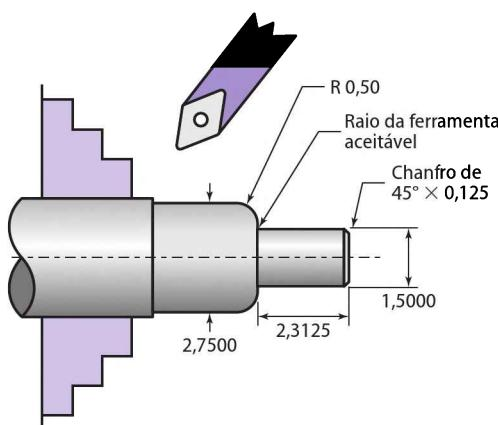

Figura 4-39 Questões 10 a 12.
- 10.** Usamos o programa de contorno da peça compensado e uma ferramenta de inserto rômbico de 60° com raio da ponta 0,060 pol, com haste configurada no vetor posição 4, como mostrado na Figura 4-39. Depois da coordenação da configuração e do torneamento de uma peça, as seguintes dimensões foram medidas:
- 11.** Usando a Figura 4-39, a peça é usinada, e a dimensão 1,5000 pol. é medida em 1,507, e a de 2,7500 sai como 2,7568 pol. O raio, o chanfro e a dimensão de 2,3125 pol. são medidos estando bem no alvo. Qual(is) correção(es) é(são) necessária(s)?
- 12.** Na Figura 4-39, a primeira execução do programa mostra as dimensões torneadas a seguir. Qual é o problema e como ele pode ser corrigido? A tolerância para diâmetros e comprimentos é de 0,003 pol.